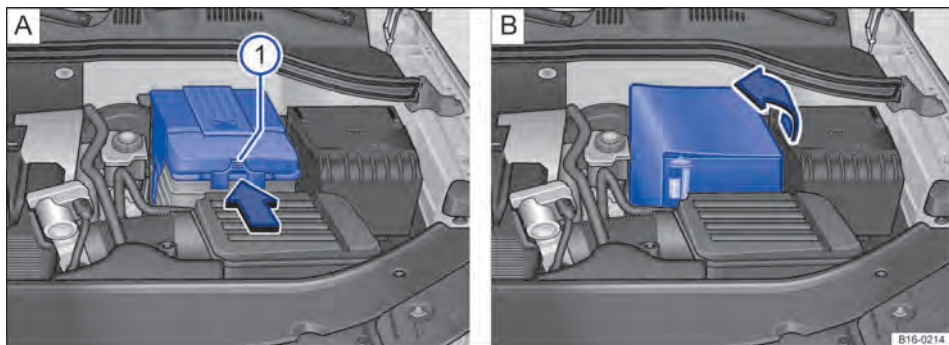

Fig. 194 Bateria 12 V do veículo no compartimento do motor: **A** variante 1: remover a cobertura de plástico. **B** Variante 2: rebater a guarnição flexível.
- *Com uma cobertura de plástico:* pressionar sobre a tira ⇒ Fig. 194 **A** ① no sentido da seta e retirar a cobertura para cima.
- *Com uma guarnição flexível:* rebater a cobertura para cima no sentido da seta ⇒ Fig. 194 **B**.